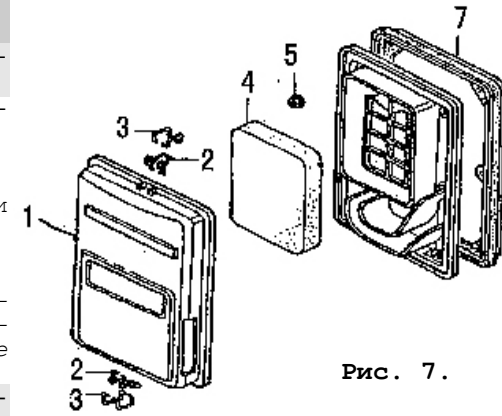

Рис. 7.
9.4.2. Демонтировать крышку поз. 20 на рис. 1 (поз. 1 на рис. 7). При отделении крышки от корпуса не повредить уплотнение. Снять фильтрующий элемент поз. 4 (рис. 7).
9.4.4. При обнаружении любых дефектов фильтрующий элемент поз. 4 (рис. 7) заменить новым оригинальным.